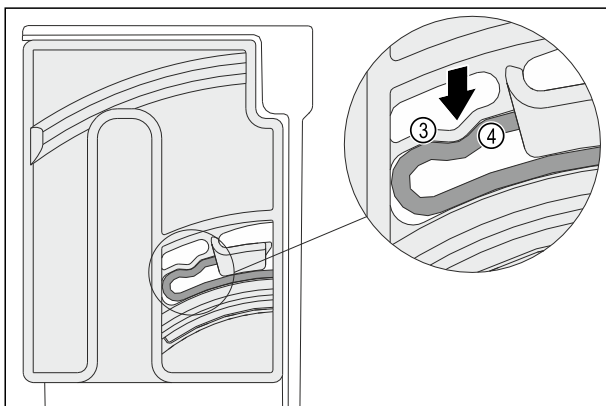

Fig. 101
- ▷ Elementul elastic Fig. 101 (3) al unității de rotire se fixează în poziție cu zgomot perceptibil în forma rotundă a nervurii Fig. 101 (4).